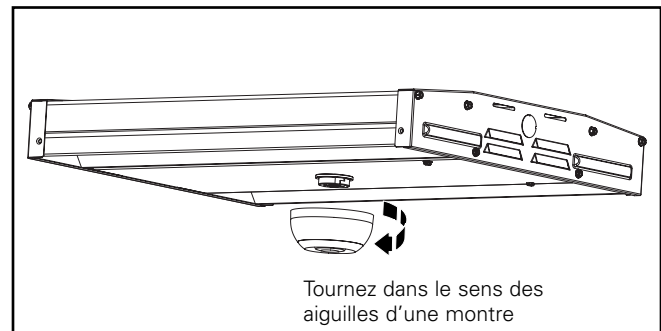

Figure 2.
2. Débranchez le détecteur de la prise. (Figure 2.)